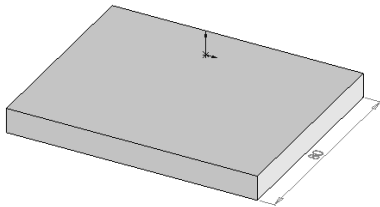
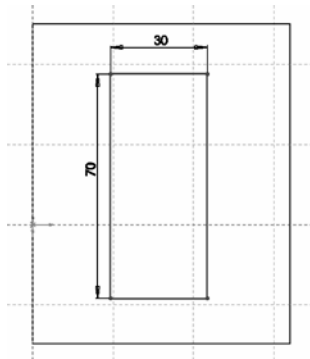

图 7-120 生成拉伸特征
图 7-121 绘制矩形草图
2) 执行“插入”→“凸台/基体”→“拉伸”菜单命令, 或者单击“特征”工具栏中的“拉伸凸台/基体”按钮, 在“深度”一栏中输入 80.00mm, 然后单击“确定”按钮, 生成拉伸特征, 如图 7-120 所示。
3) 单击图 7-120 中的上表面, 然后单击“标准视图”工具栏中的“正视于”按钮, 将该表面作为绘制图形的基准面。在此表面上绘制一个“矩形”草图, 如图 7-121 所示。